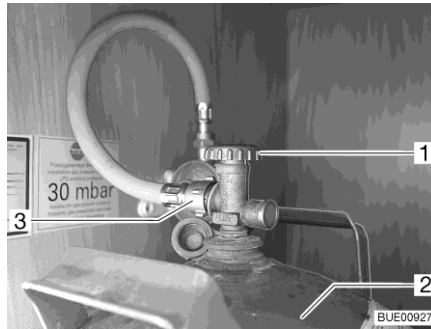

Fig. 116 Vano portabombole
- Chiudere la valvola principale di arresto (Fig. 116,1) della bombola del gas (Fig. 116,2). Osservare la direzione della freccia.
- Svitare il tubo del gas (Fig. 116,3) dalla bombola del gas.